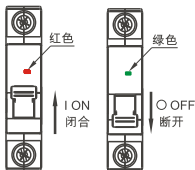

图2 NBDP-80闭合、断开状态指示
5.1 安装使用前先检查断路器标志与所使用的工作条件是否相符；断路器闭合、断开状态指示如下图 2